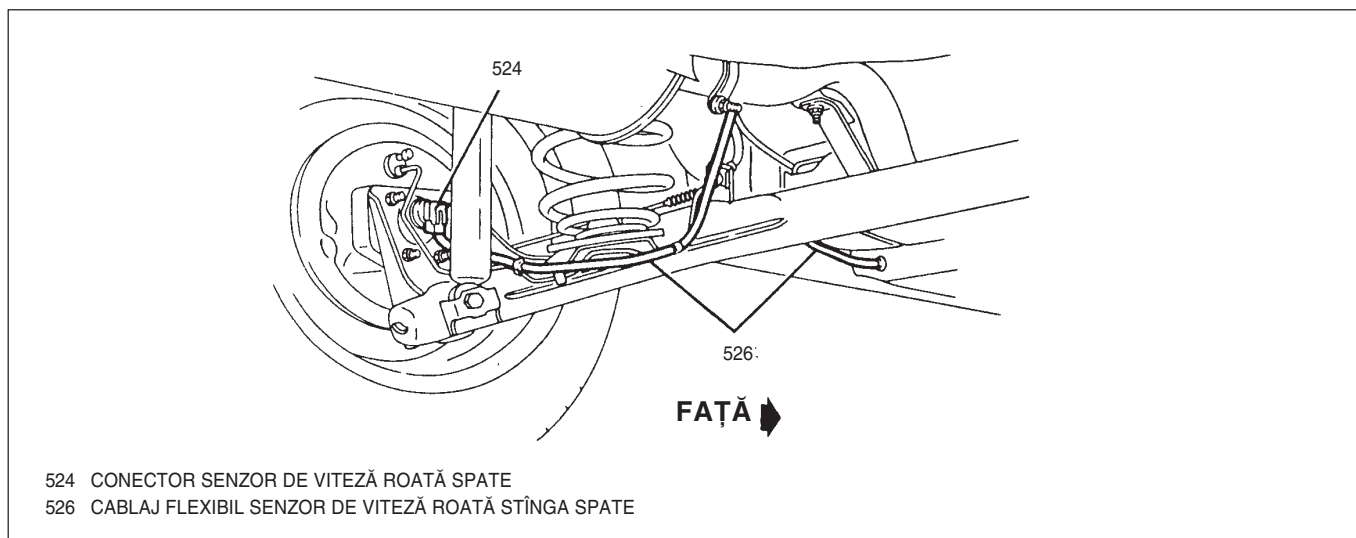

Fig. 31 Cablaj flexibil senzor de viteză roată stînga spate
5. Inelul de trecere al cablajului și se tace cablajul prin orificiul din caroserie (Fig. 31).